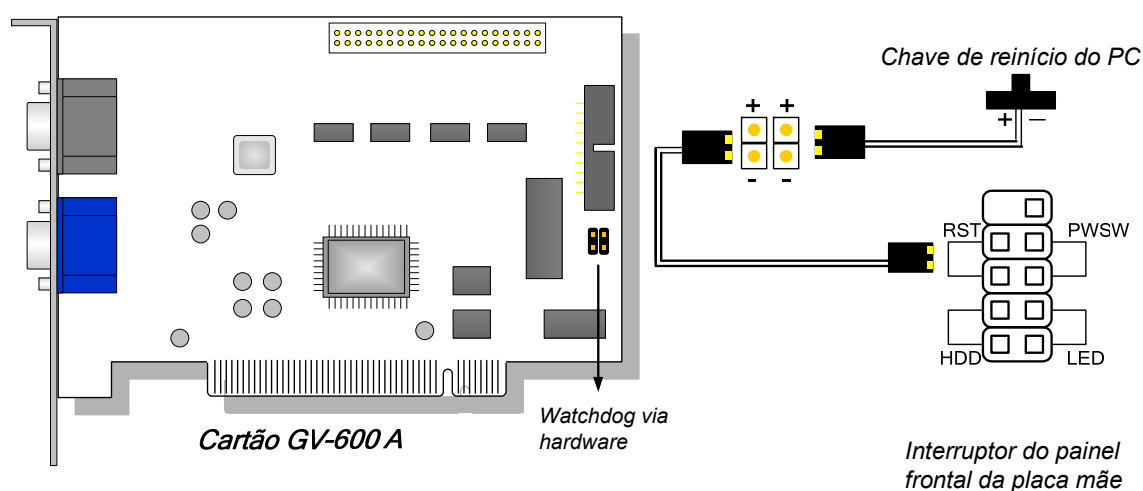

Figura 1-32
- **Conexão de Watchdog de hardware:** Conecte o fio de ligação direta Watchdog de hardware à Placa Principal apenas (Figura 1-32).